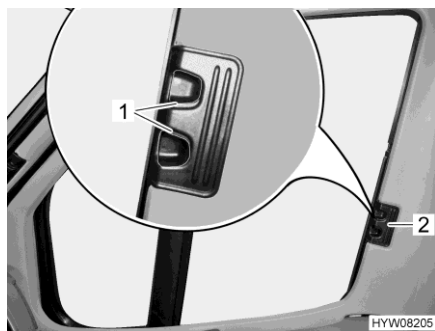

Fig. 102 Dispositif occultant plissé (fenêtre côté conducteur/passager)
- Presser les poignées de déverrouillage (Fig. 102,1) et les maintenir pressées.
- Tirer les dispositifs occultants plissés pour les fenêtres côté conducteur et côté passager par la poignée (Fig. 102,2) vers l'autre côté de la fenêtre et les rassembler au niveau de la piste magnétique.
- Pousser les dispositifs occultants plissés pour les fenêtres côté conducteur et côté passager jusqu'à la butée au niveau de la poignée (Fig. 102,2).
- Lâcher les poignées de déverrouillage (Fig. 102,1) et les faire s'enclencher.